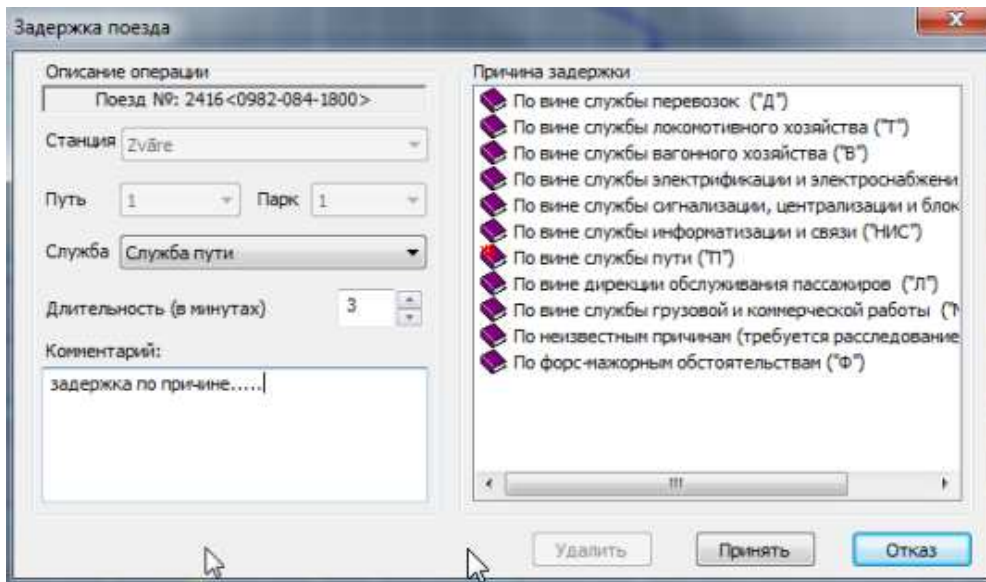

Рис.204. Окно «Задержка поезда» с указанием задержки по станции
- При необходимости ввести текстовый комментарий (см. рис.204).
Повторный выбор пункта меню «Задержка поезда на станции» позволяет отредактировать или удалить пометку о задержке в окне (см. рис.204).